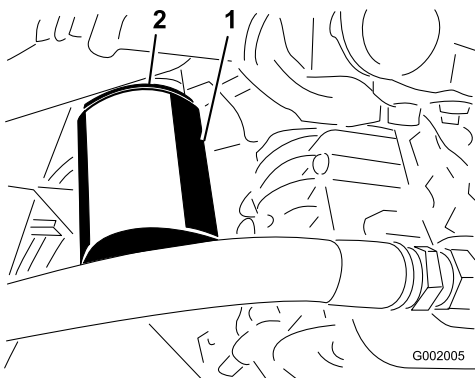

Figure 68
4. Retirez le filtre (Figure 68).